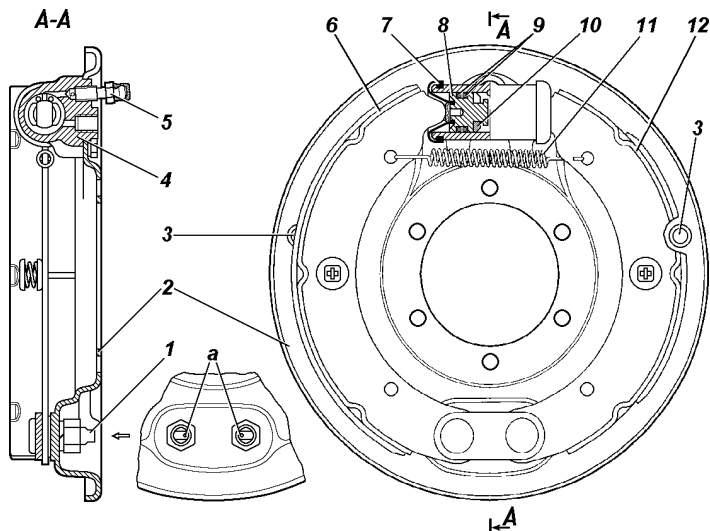

Рис. 9.24. Тормоз заднего колеса:
**Барабанные тормозные механизмы задних колес** (рис. 9.24). Периодически снимайте тормозные барабаны и очищайте детали тормозов от пыли и грязи. Периодичность этой операции зависит от условий эксплуатации автомобиля. В летнее время и при езде по грязным дорогам чистка должна проводиться чаще, зимой - реже.